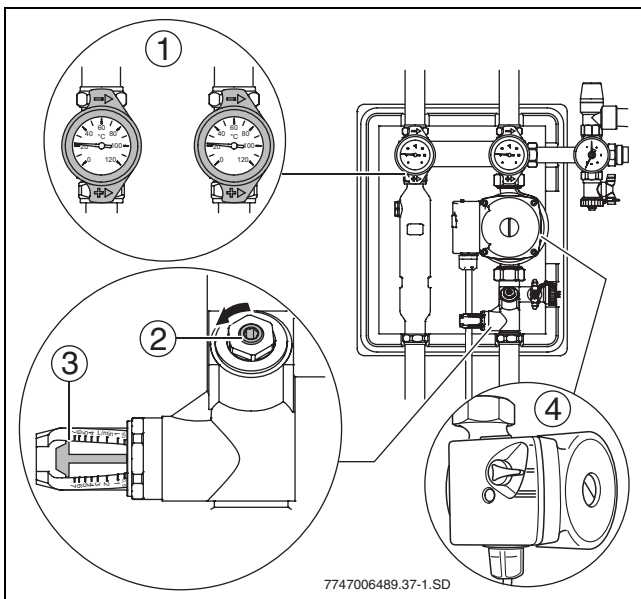

Bild 30
- Kontrollera flödesmängden i flödesbegränsarens indikeringsfönster (→ bild 30, (3)).
- Vid förinställning av flödesmängden: Ställ in solvärmepumpens nivåomkopplare (→ bild 30, (4)) så att den flödesmängd som krävs uppnås med lägsta möjliga nivå.
- ▶ Stäng inställningsskruven för flödesbegränsaren (→ bild 30, (2)) tills kanten på flottören (→ bild 30, (3)) visar den rekommenderade flödesmängden i indikeringsfönstret.